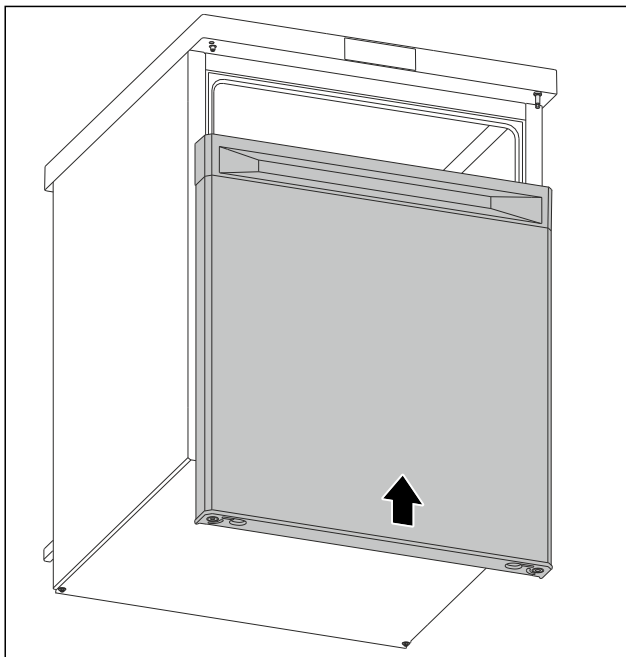

Fig. 13
- Pousser la porte fermée sur l'axe supérieur. (voir Fig. 13)